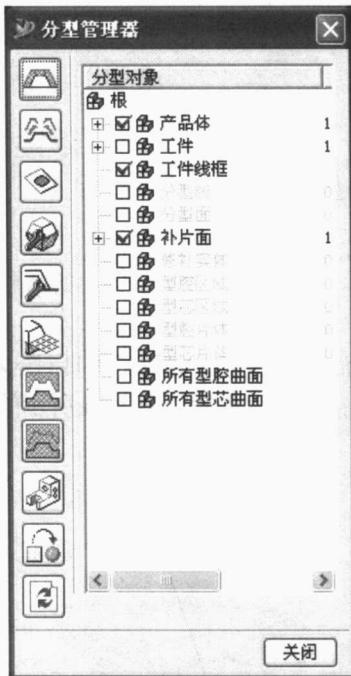

图 1-15 分型管理器对话框
① 单击工具栏“分型”按钮 ，弹出如图 1-15 所示的分型管理器对话框。